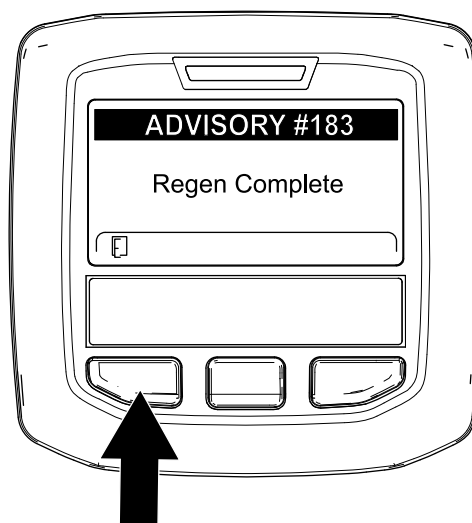

Figura 50
- Cuando el ordenador del motor finaliza una regeneración con la máquina aparcada o una regeneración de recuperación, el InfoCenter muestra ADVISORY #183 (Aviso n.º 183) (Figura 50). Pulse el botón de la izquierda para salir a la pantalla de inicio.